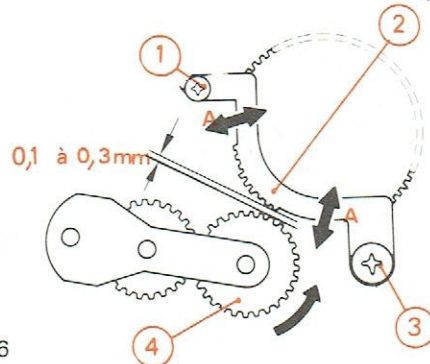

Fig. 16
G. RÉGLAGE DES POINTS DE REPOS DE L'ENSEMBLE « ARRÊT AUTOMATIQUE ET INVERSE » (Fig. 16)
- 3° - Mesurer le jeu existant entre la poulie de friction (4) et le support métallique denté (2).
- 6° - Dans le cas contraire, desserrer les vis (1) puis (3) et, suivant les flèches A, déplacer le support métallique denté (2) dans le sens convenable.